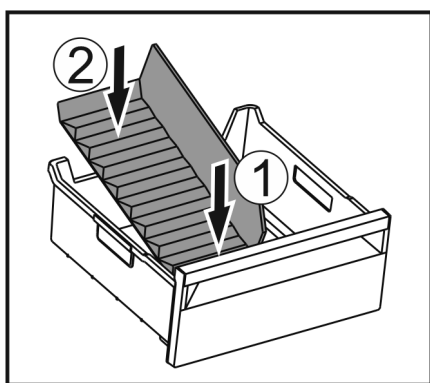

Fig. 146
- ▶ Sätt in frysacksdelarens främre del. Fig. 146 (1)
- ▶ Sänk ned frysacksdelarens bakre del till lådans botten. Fig. 146 (2)